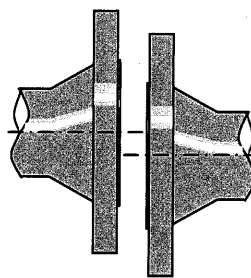

図2 軸差がある
- 相対するフランジの軸差があると、ガスケットが正しい位置にセッティングできないため修正して下さい。(図2参照)